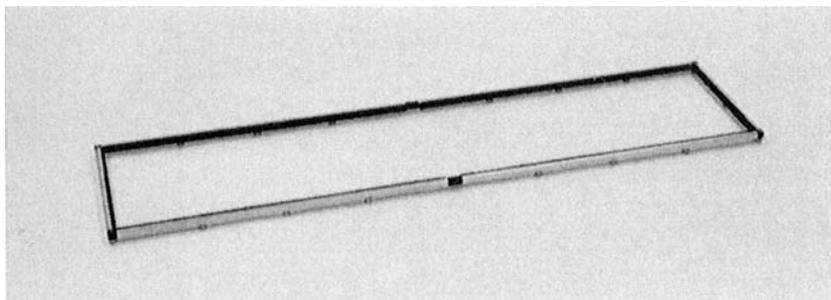

Bild 9. Zusammengebauter 305 mm × 1220 mm Rahmen
1. Bauen Sie den 305 mm × 1220 mm Rahmen so zusammen, wie in Bild 9 dargestellt. Sie benötigen dazu vier 610 mm Aluminiumrahmen, zwei 305 mm Aluminiumrahmen, vier rechtwinklige und zwei gerade Rahmenverbindungen. Bitte achten Sie darauf, daß die Klettoberflächen des Rahmens sich im Innenraum (in Richtung Mitte der Konstruktion) befinden.